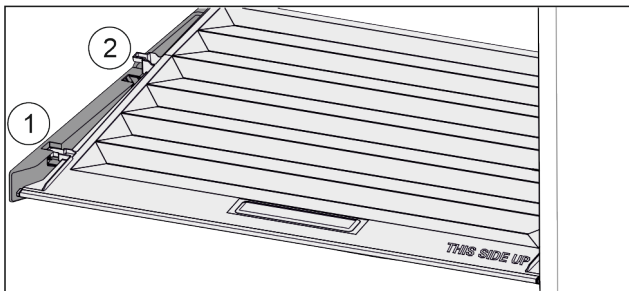

Fig. 58
- Kapağı tutma parçalarındaki girişle kadar öne çekin Fig. 58 (1)
- Arkada alttan kaldırın ve yukarı doğru alarak çıkarın Fig. 58 (2).